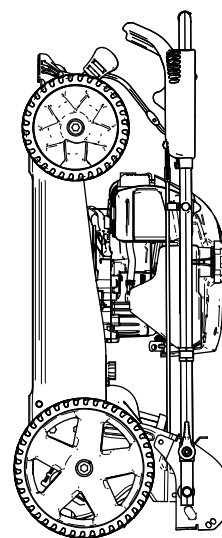

Figura 21
6. Levante la parte delantera de la máquina con el manillar y llévela al lugar de almacenamiento (Figura 21).